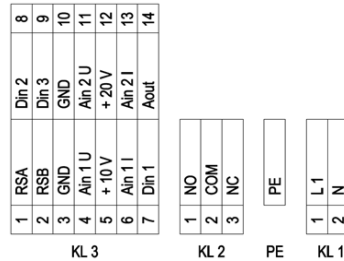

Rys. Nr 39 Podłączenie silnika AC/PM w gwiazdę i trójkąt
7. Sprawdzić podłączenie elektryczne wentylatorów w zależności od zasilania (3×230V lub 3×400V). Rodzaj zasilania, pod jaki został przygotowany wentylator należy sprawdzić w KDC centrali. Na tabliczce znamionowej silnika należy sprawdzić sposób podłączenia silnika dla danego zasilania. Następnie połączyć wymagany sposób według schematu na Rys. Nr 39.
9. W przypadku wentylatorów z silnikami PM, sprawdzić połączenie uzwojeń zgodnie z Rys. Nr 39 i przy wyborze przemiennika częstotliwości E800 firmy Eura Drives do ich zasilania należy skonfigurować go zgodnie z Tab. Nr 10.